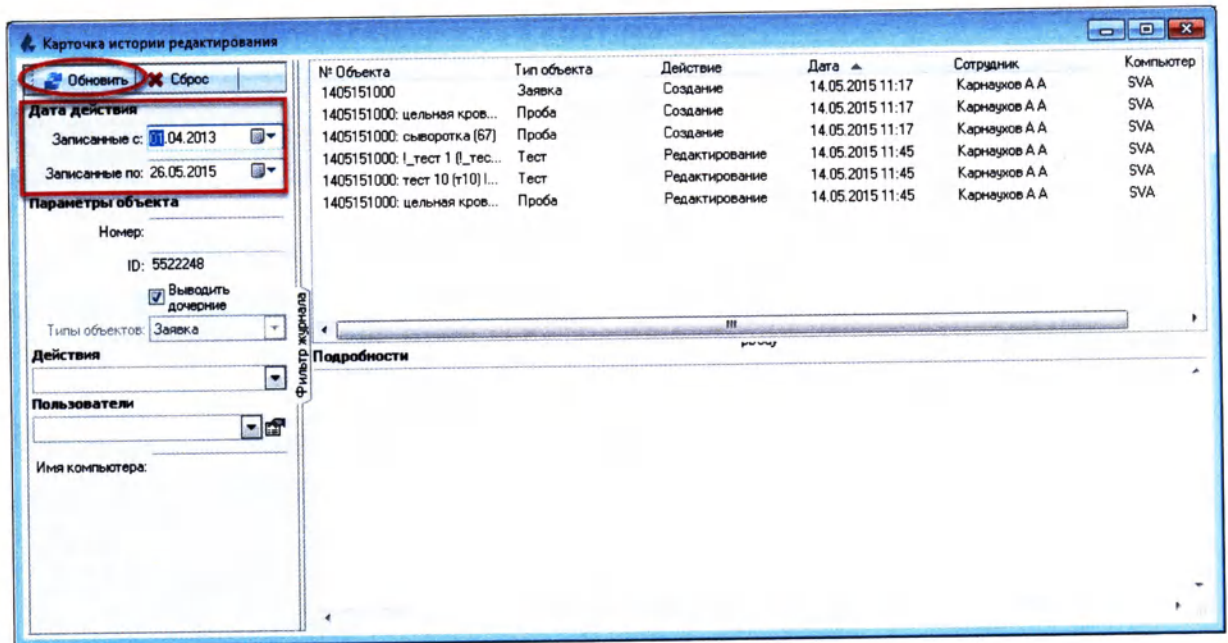

Рисунок 14.2
1. В поле «Дата действия» выставьте необходимые значения и нажмите кнопку «Обновить» (Рисунок 14.2):